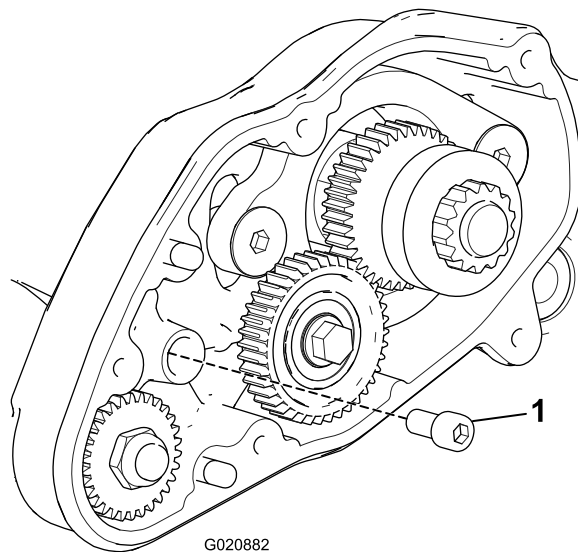

图14
4. 将您从盖子上卸下的六角头螺栓安装到中心齿轮安装所在的孔中（图14）。